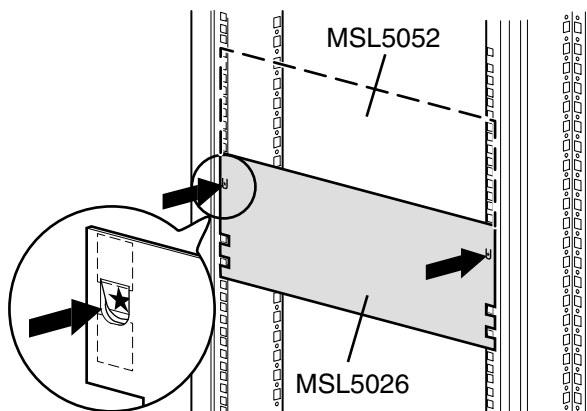

Figure 2-2. Gabarit de la librairie
1. Utilisez le gabarit fourni pour marquer l'emplacement du matériel de montage sur les montants du rack Compaq (voir Figure 2-2).